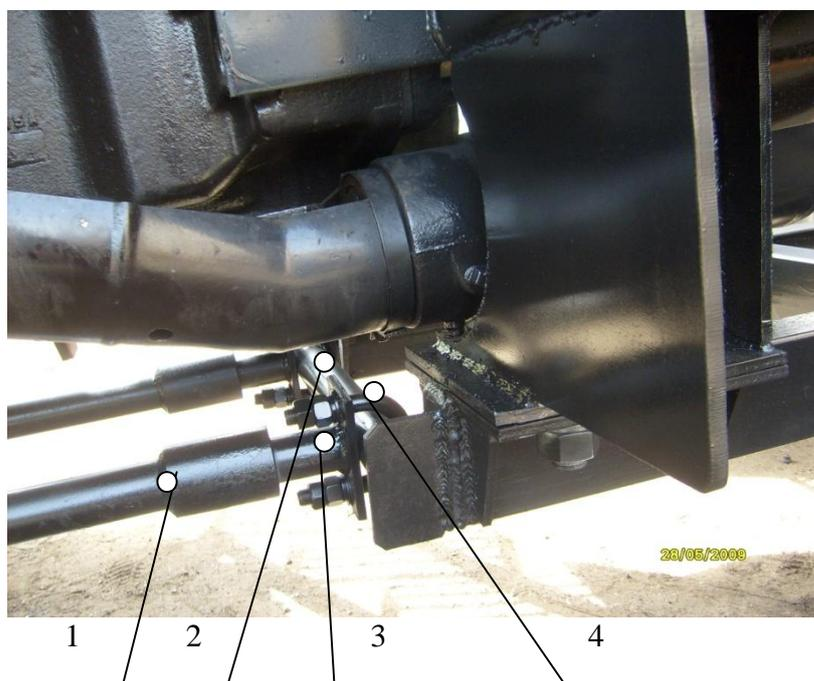

Рис.3
- Штанги распорные крепятся Скобами (поз.4, рис.3) за Вал распорный (поз.2, рис.3);
- закрепить Штанги распорные за Вал распорный (поз.2, рис.3) Скобами (поз.4, рис.3), выкрутив до упора Винты регулировочные (поз.3, рис.3);